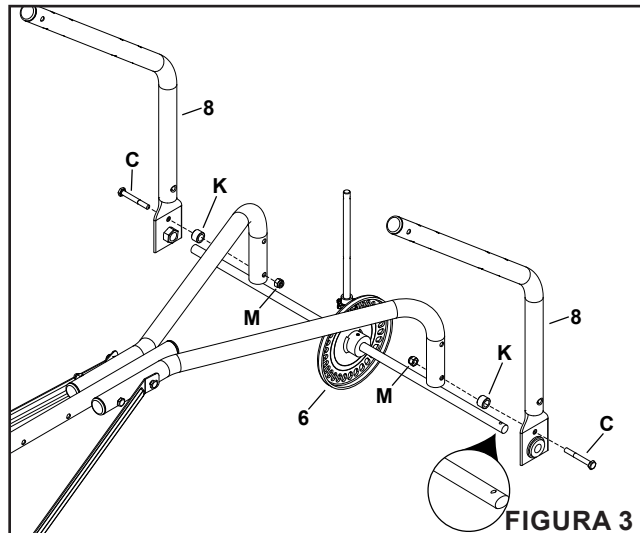

FIGURA 3
Paso 3: (Véase la Figura 3)
1. Ensamble el conjunto del eje (6) y los tubos del depósito (8) a los tubos de soporte del enganche, como se muestra, utilizando dos pernos hexagonales de 1/4" x 2" (C), separadores (K) y tuercas Nylock de 1/4" (M). No apriete completamente.